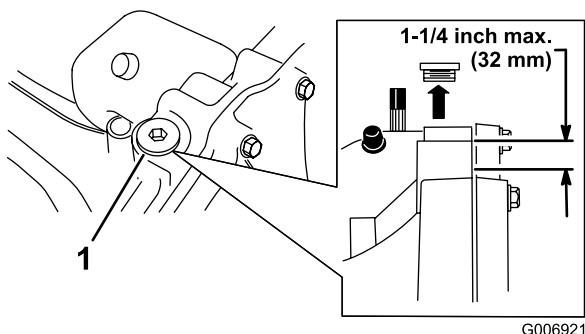

Figure 30
4. Nettoyez la surface autour du bouchon de remplissage (Figure 30) pour éviter que des impuretés ne tombent dans le réservoir quand vous faites l'appoint d'huile.
Remarque: Le niveau maximum doit se situer à 32 mm en-dessous du haut de l'orifice de remplissage (Figure 30). Ajoutez de l'huile au besoin.